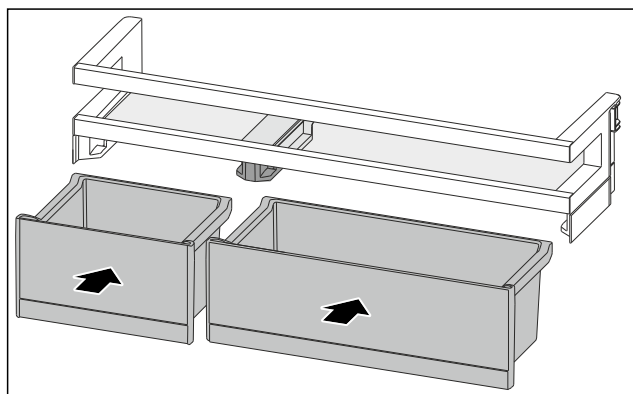

Fig. 163
- ▶ VarioBoxy vložte v opačném pořadí. (viz Fig. 163)